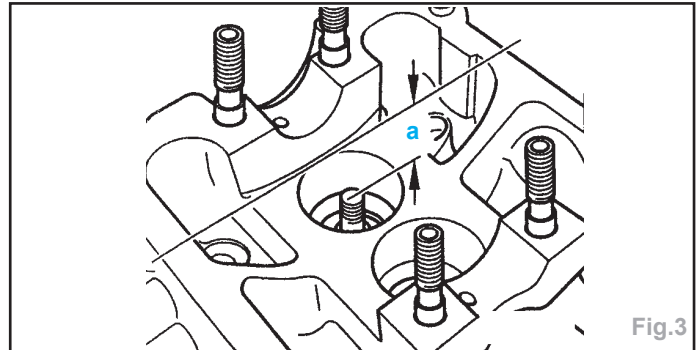

Fig.3
- mesurer l'écart entre le bord de la culasse et la soupape (Fig.3),